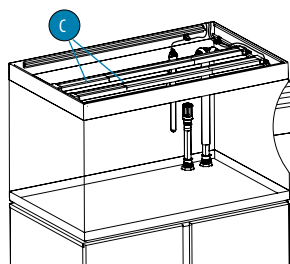

Bild 8
1. Placera försiktigt LED-belysningskassen (C) på den övre ramens löpare i slutläget.
2. Dra ut kablarna till LED-belysningskassen ur akvariet (bild 8).